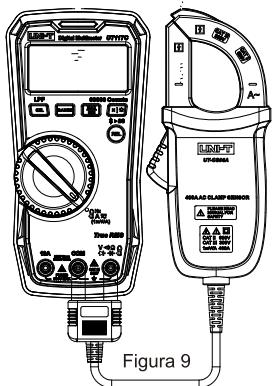

Figura 9
8. Misura della sonda di corrente (ACA/DCA) (Figura 9)